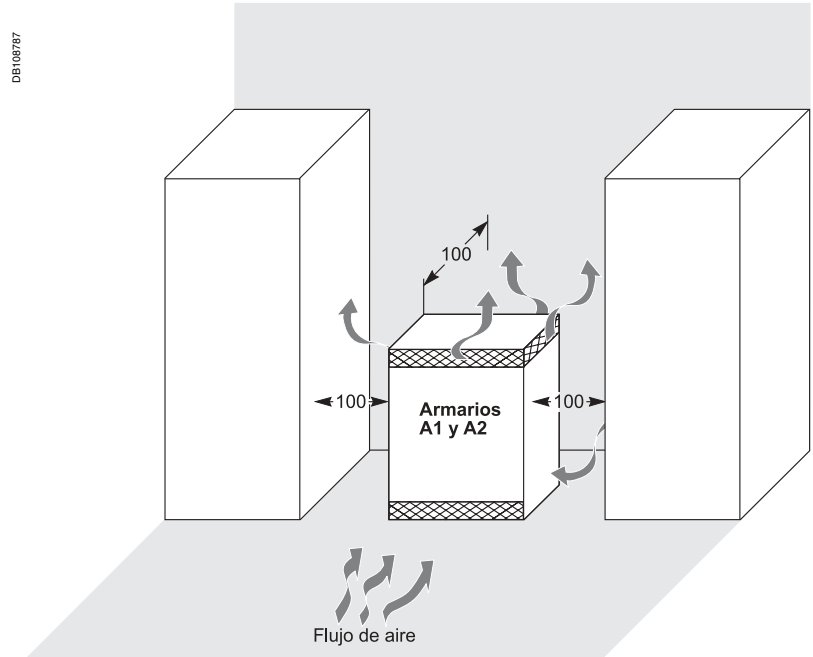

Fig. 6: armarios A1 y A2.
- posicionar el equipo de modo que las toberas de ventilación estén libres: dejar un espacio de 10 cm entre las baterías y la pared (ver página 4, fig. 6 y 7)